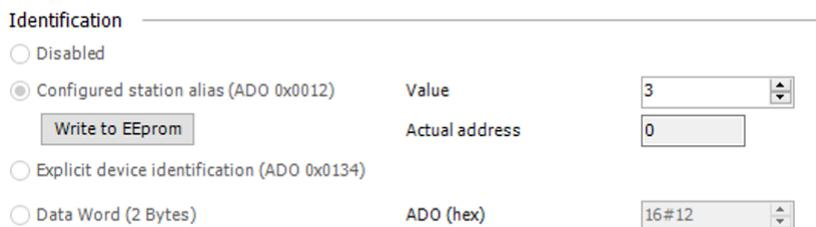

Figura 4.3: Escribiendo nueva dirección en la memoria EEPROM.
- Digite la dirección deseada en el campo **Value** y haga clic en la opción **Write to EEPROM**, como es presentado en la Figura 4.3.